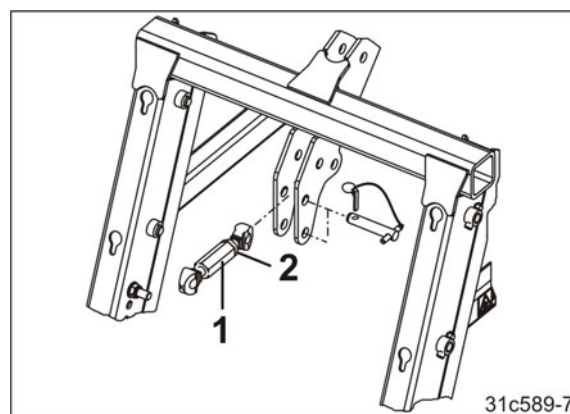

Fig. 95
8. Fijar el brazo superior (Fig. 95/1) en el punto de articulación superior (cat. II) de la sembradora.
10. Enderezar la sembradora prolongando o acortando el brazo superior. Asegurar el ajuste del brazo superior con la contratuerca (Fig. 95/2).